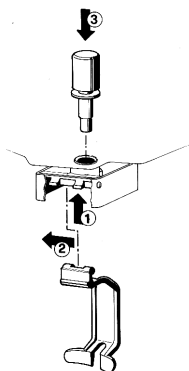

figura 6
- 3 - **Grifo en acero inox por gravedad:** montar la palanca mando grifo (1-2) y enfilear el pisón unido a la su junta (ver figura 6).